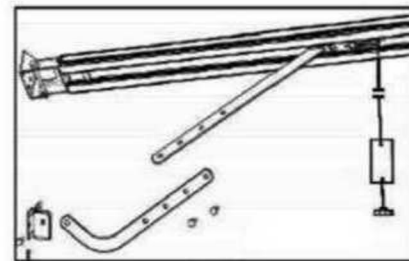

Fig.7
4. Sujete el Brazo "L" al Soporte del Portón con Pernos y Seguros. Fije un Extremo del Brazo Recto al Carro del Riel y el otro Extremo al Brazo "L" y Compruebe que el Brazo del Portón se Mueva Libremente. (Fig.7).